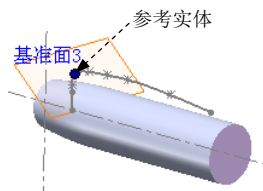

图 3.31.7 基准面 3
Step6. 创建图 3.31.7 所示的基准面 3。选择下拉菜单 **插入(I)**  **参考几何体(G)**  **基准面(E)...** 命令，选取图 3.31.7 所示的草图 2 和点作为基准面的参考实体。